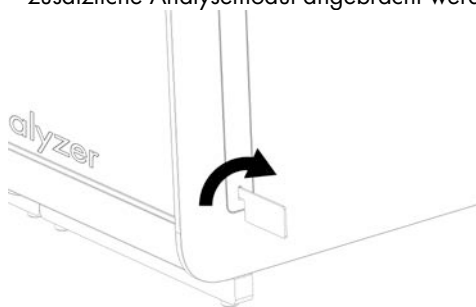

Abbildung 13: Entfernen der Schutzabdeckungen
- 1e. Entfernen Sie die Schutzabdeckungen von der Seite des Analysemoduls, an der das zusätzliche Analysemodul angebracht werden soll (Abbildung 13).